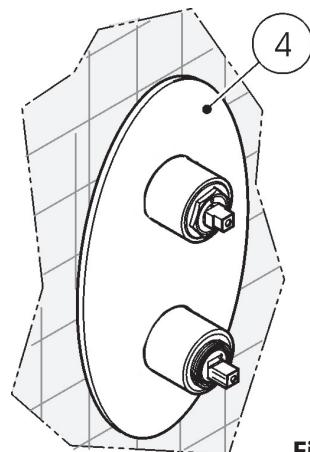

Fig. 8
- Coprire con il rosone (4). (Fig. 8)
- Mount the wall trim (5). (Fig.8)
- Mit der Rosette abdecken (4). (Abb. 8)
- Monter la plaque (4). (Fig. 8)
- Cubra con el florón (4). (Fig.8)
- Надеть наружную накладку (4). (Рис. 8)